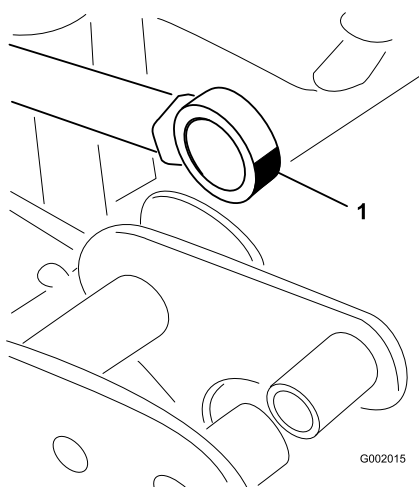

Figura 35
5. Manipule el extremo del cojinete del émbolo del actuador y aplique grasa al cojinete (Figura 35). Limpie cualquier exceso de grasa.